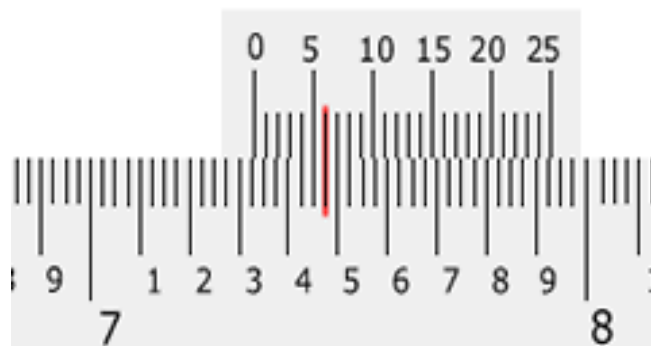

figura 3 - escala em polegada milesimal com a menor divisão subdivida por um vernier ou nônio.
A leitura é muito simples -figura 3. Observe se o zero (0) do vernier coincidir com um dos traços da escala principal a leitura é direta.
Caso o zero do vernier esteja entre dois traços da escala principal, verifique se o traço da esquerda é uma subdivisão (traço curto - 0.025in) e multiplique 0.025in pelo número de traços curtos a esquerda, some a este número à polegada inteira, os décimos de polegada e o valor do traço do vernier que alinhar (ufa). No exemplo da -figura 3-